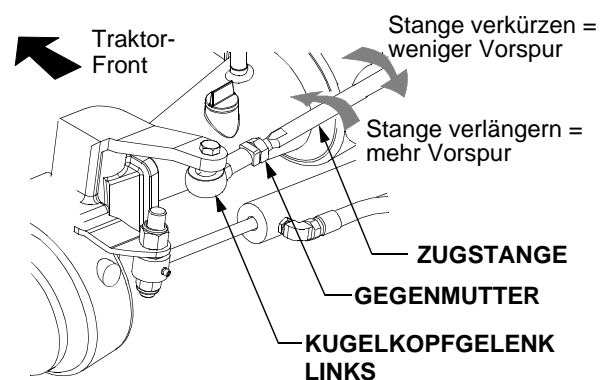

Abbildung 31
- Die Gegenmutter an den Kugelgelenken rechts und links lösen. Siehe Abbildung 31.
Nach hinten drehen, um die Zugstange zu verkürzen und die Vorspur zu verringern. Siehe Abbildung 31.
Nach vorne drehen, um die Zugstange zu verlängern und die Vorspur zu vergrößern. Siehe Abbildung 31.